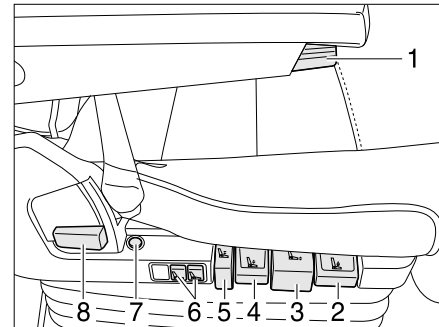

Bild 12 Bedienelemente neben dem Sitz
- Griff (Bild 12,3) nach oben ziehen.
- Wenn der Sitz nach oben fahren soll: Griff (Bild 12,4) nach oben ziehen.
- Wenn der Sitz nach unten fahren soll: Griff (Bild 12,4) nach unten drücken.
- Wenn der Sitz schnell abgesenkt werden soll: Griff (Bild 12,5) nach unten drücken. Der Sitz fährt in die unterste Position.
- Wenn der Sitz nach der Schnellabsenkung in die normale Position fahren soll: Griff (Bild 12,5) nach oben ziehen.
- Griff (Bild 12,2) nach oben ziehen. Die Dämpfung wird "weicher".
- Griff (Bild 12,2) nach unten drücken. Die Dämpfung wird "härter".
- Griff (Bild 12,8) nach oben ziehen.
- Schalter (Bild 12,6) oben drücken. Die Luftkammer füllt sich.
- Schalter (Bild 12,6) unten drücken. Die Luftkammer entleert sich.
- Rändelrad (Bild 12,1) drehen. Je nach Drehrichtung neigt sich die Armlehne nach oben oder unten.
- Den Schalter (Bild 12,7) vorn drücken. Die Sitzheizung ist eingeschaltet. Die LED am Schalter leuchtet.
- Den Schalter (Bild 12,7) hinten drücken. Die Sitzheizung ist auf schnelle Erwärmung geschaltet. Die LED am Schalter leuchtet.